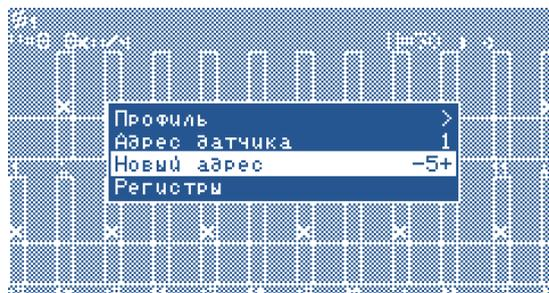

Рисунок 27
- Кнопками «Вверх» и «Вниз» выбрать пункт «Адрес датчика» и кнопками «Плюс» и «Минус» задать текущий программный адрес подключенного датчика (см. «Рисунок 27») или выбрать «АВТО» если адрес неизвестен.
11. Кнопками «Вверх» и «Вниз» выбрать пункт «Новый адрес» и кнопками «Плюс» и «Минус» задать **новый программный адрес** (см. «Рисунок 27»). После этого нажать кнопку «Меню». В результате удачного переименования на экран будет выведено сообщение – «Выполнено».